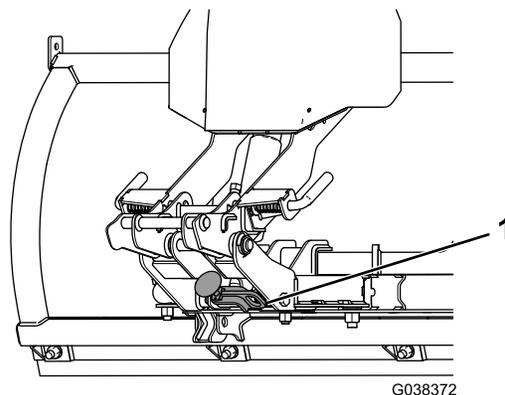

Figura 3
4. Tire hacia afuera del mango del soporte y rótelos para bajar el soporte (Figura 3).